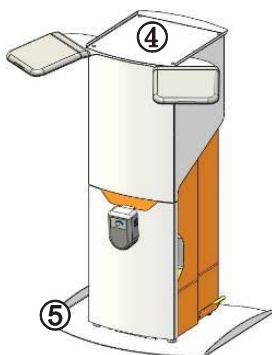

Рис.2
Выкрутить 4 винта и снять поддон (4) с верха УПЗ. Установить Упор и вкрутить этот же поддон, рис.2.